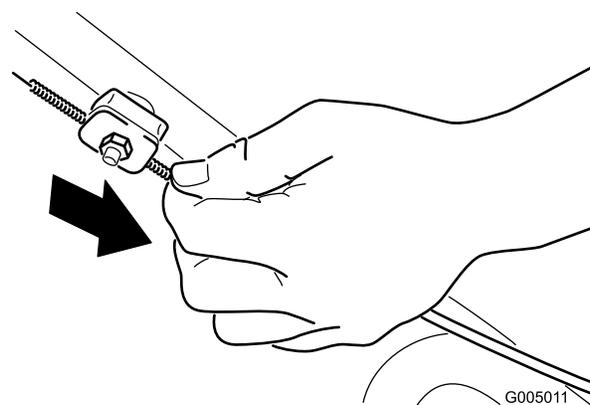

Bild 24
- Ziehen Sie den Kabelmantel (zur Maschine), bis das Kabel stramm ist (Bild 24).